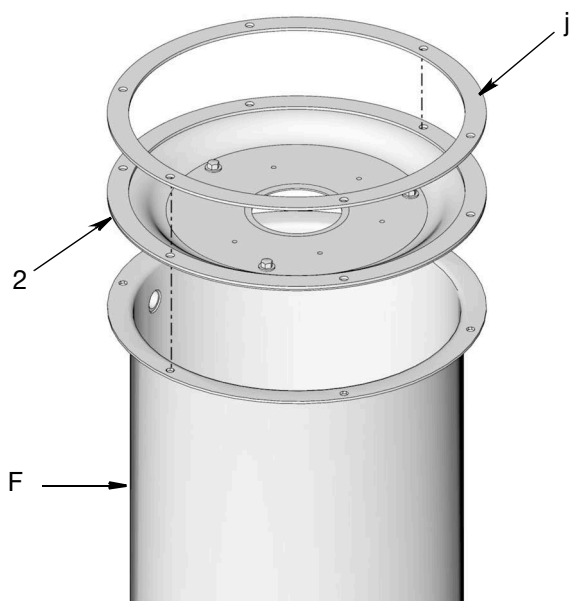

Рис. 6
1. Установите мембрану (2) на резервуаре (F) (Рис. 6) так, чтобы совпали отверстия мембраны и резервуара. Для определения правильной ориентации мембраны см. Рис. 6.
2. Установите прокладку (j), снятую на шаге 6 (стр. 5), на мембрану (2) (Рис. 6) так, чтобы совпали отверстия прокладки и мембраны.